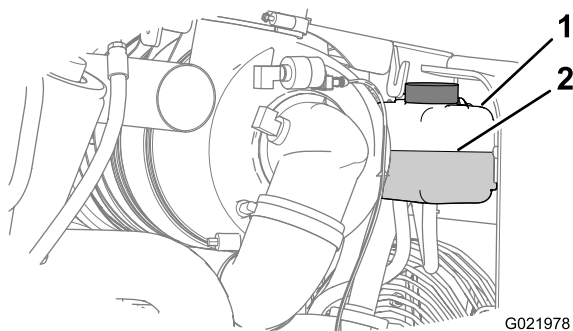

Figure 75
4. Contrôlez le niveau de liquide de refroidissement dans le vase d'expansion (Figure 75).
**Remarque:** Vérifiez que le niveau de liquide de refroidissement se situe entre les repères minimum et maximum du vase d'expansion (Figure 75).